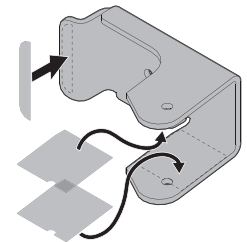

Figure 29
1. Avant l'assemblage, décollez les autocollants adhésifs de la feuille et appliquez-les sur les faces intérieures des supports de suspension de poids gauche et droit, comme indiqué à la Figure 29.